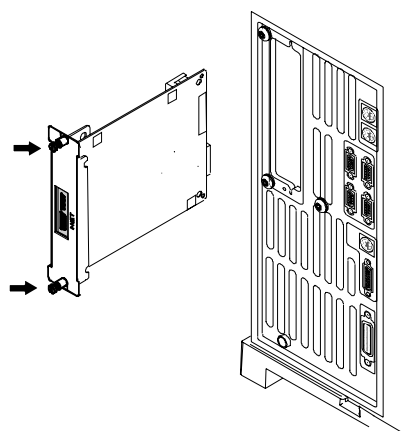

図32 LANカードを取り出す
- 8 MIO カード (LAN カード) が装着されている場合、2 本のマウンティングネジを緩め、カードを滑らせてGCから取り出します(図32)。